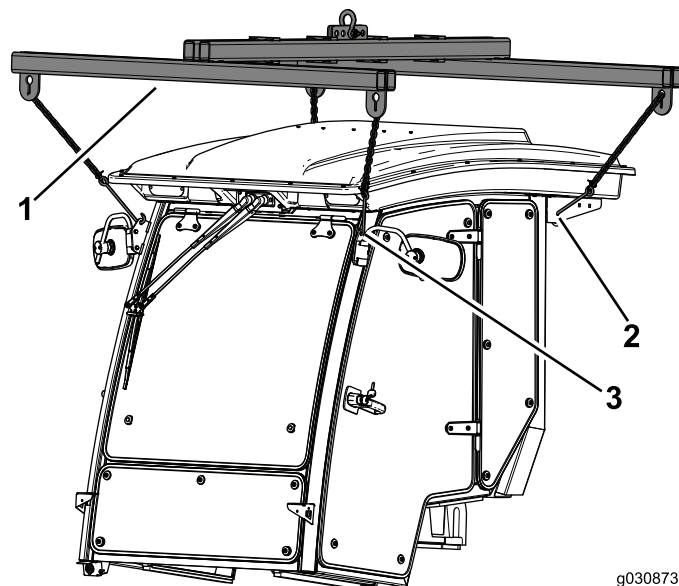

Рисунок 27
- Используйте 4 точки подъема, чтобы удерживать кабину над машиной (Рисунок 27).